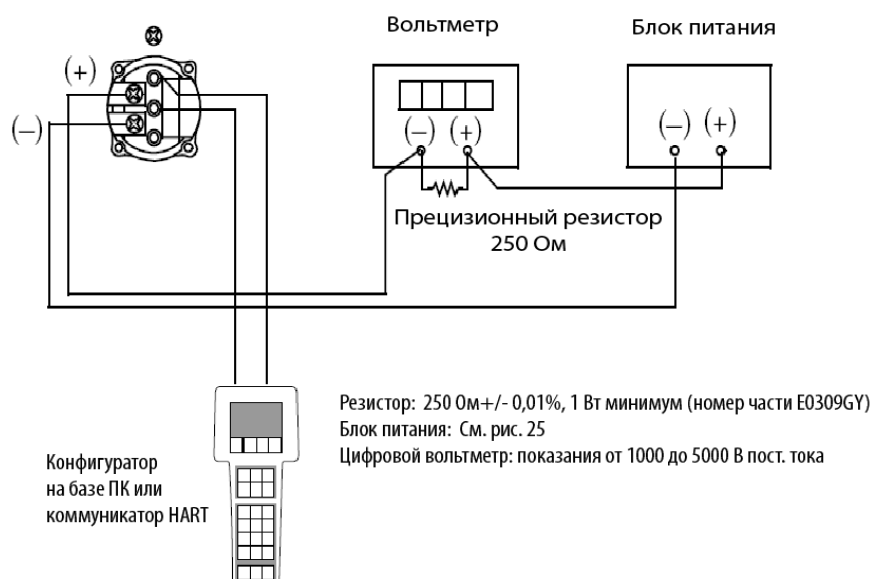

Рисунок 32. Схема подключения электронного оборудования для калибровки выхода 4-20 мА
5. При калибровке выходного сигнала также подключите оборудование, как показано на рис. 32.
При калибровке выходного сигнала также подключите оборудование, как показано на рис. 32.